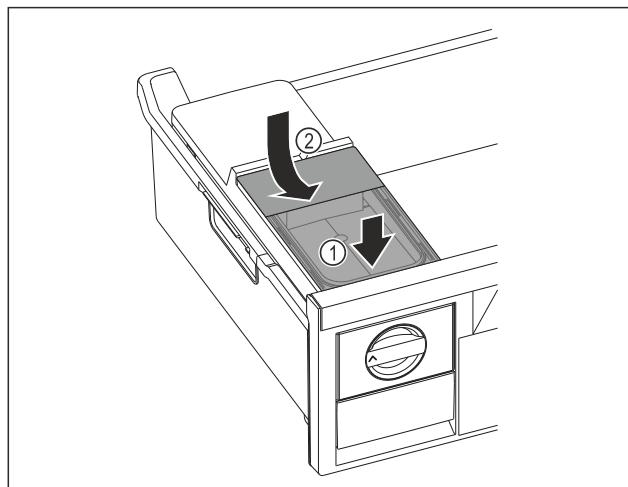

Fig. 129
- Установите бак для воды спереди. Fig. 129 (1)
- Опустите бак для воды сзади. Fig. 129 (2)